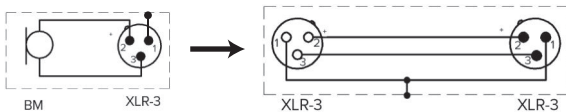

рис. 7
1. Присоедините микрофон к гнезду XLR-3 микшерного пульта или микрофонного усилителя, или блока питания микрофонным кабелем XLR-3 (рис. 7).